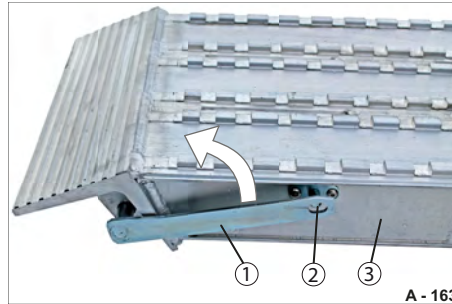

Abb. 174 Sicherungshebel ungesichert
- ▶ Schwenken Sie den Sicherungshebel (Abb. 174/1) um - nach oben.